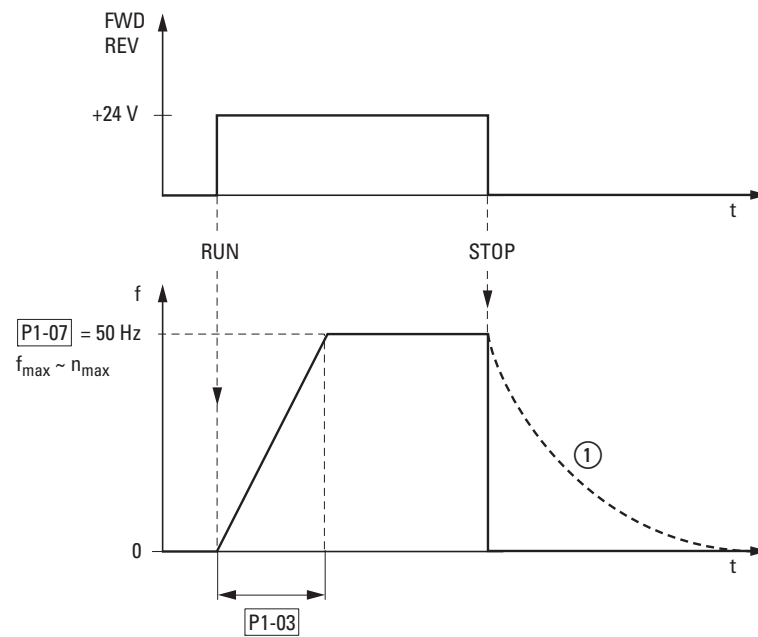

Figura 90: Comando di avvio/arresto alla massima tensione di riferimento
La figura 90 riporta un esempio dell'andamento nel caso in cui il segnale di abilitazione (FWD/REV) viene collegato e la tensione di riferimento massima (+10 V) è presente. La velocità di rotazione del motore segue la frequenza d'uscita, sulla base del momento di carico e di inerzia (slittamento), da zero a  $n_{max}$ . Se durante il funzionamento il segnale di abilitazione (FWD, REV) viene disinserito, l'invertitore viene bloccato immediatamente (STOP) e la frequenza di uscita viene impostata a zero. Il motore si ferma senza essere controllato (vedere ① in figura 90). Il tempo di accelerazione viene impostato nel parametro P1-03.